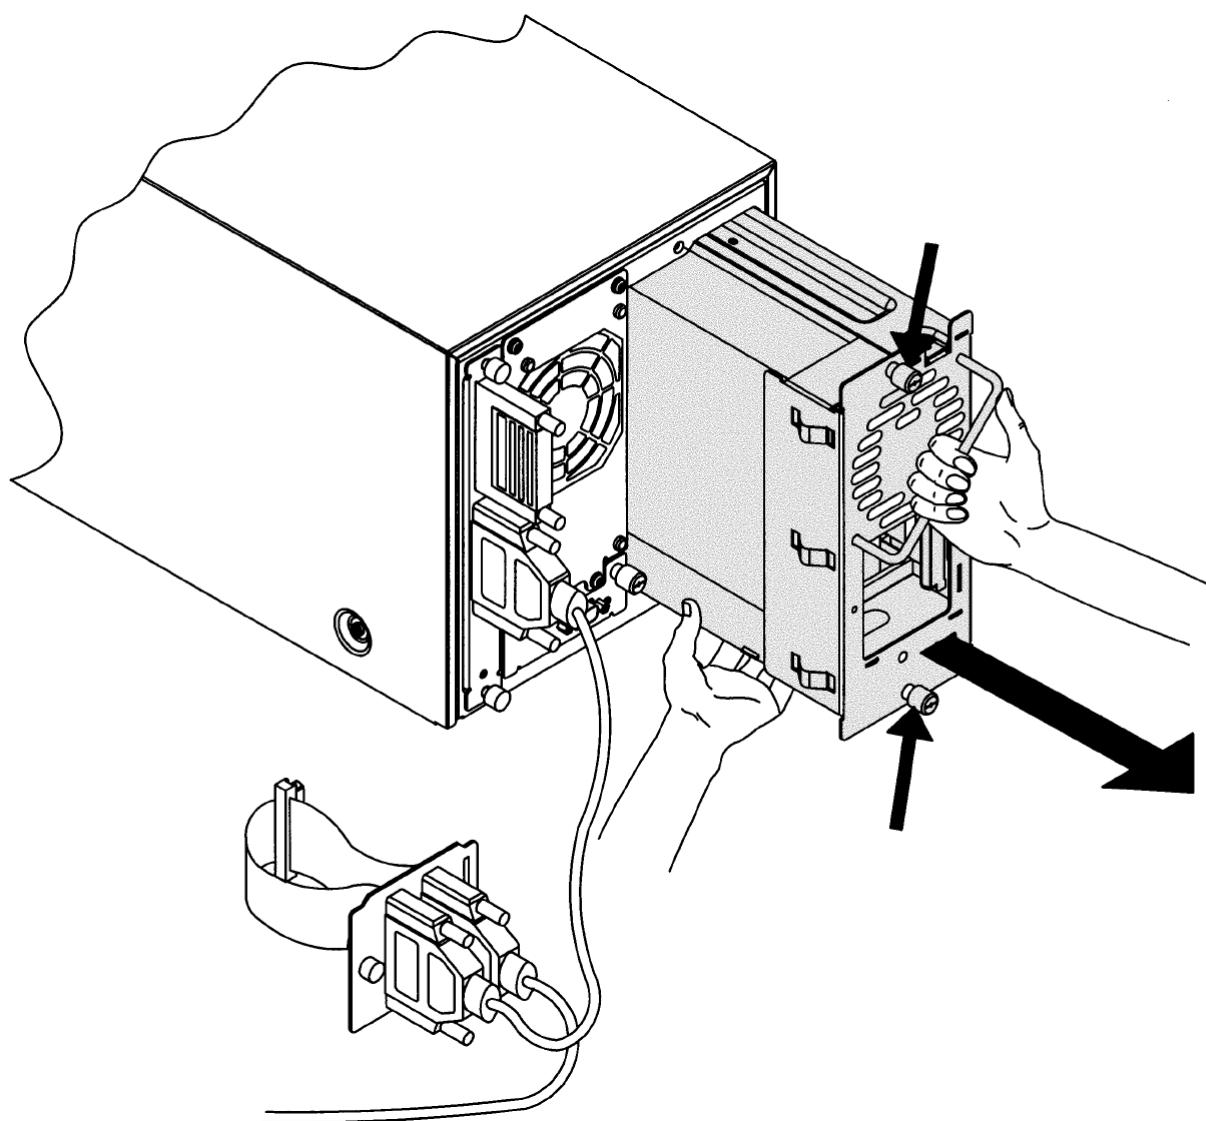

図 5.2 ドライブの取り出し
2. ドライブモジュールの中央にあるコネクタプレートの両側のつまみねじを緩めます (図5.2)。つまみねじを初めて緩める場合は、ドライバを使用してください。
6. ドライブモジュールの上部と下部のつまみねじを緩めます（図5.2）。
4. リボンコネクタをドライブモジュールの背面に接続します（図5.2）。